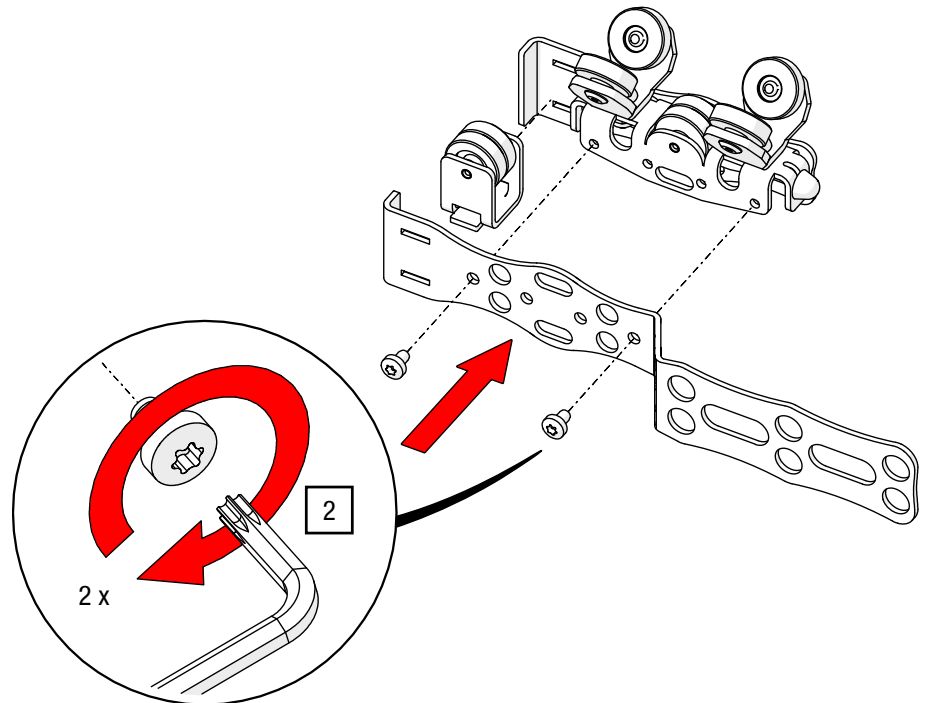

Abb. 42: Umbau Zugwagen mit Überzugbügel – Überzugbügel montieren
2. Stecken Sie die Stützrolle in die vorgesehene Nut und verschrauben Sie den Zugwagen mit dem Überzugbügel und dem seitlichen Ösenblech mit einem TORX®-Schlüssel T20, bis das Blech am Zugwagen anliegt (siehe Abb. 42).